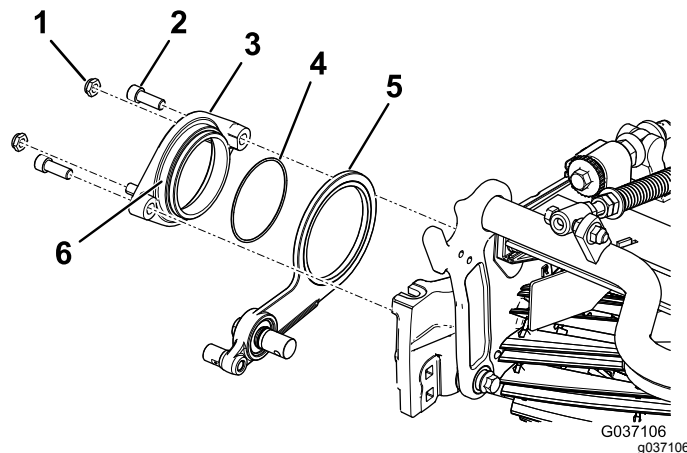

Figure 10
3. Appliquez du produit antigrippant sur le diamètre extérieur du moyeu de pivot (Figure 10).
4. Fixez le moyeu de pivot sur le cylindre, par dessus l'ensemble de tension, à l'aide de 2 boulons à tête creuse hexagonale (Figure 10).
5. Serrez légèrement les 2 contre-écrous sur le moyeu de pivot (Figure 10).